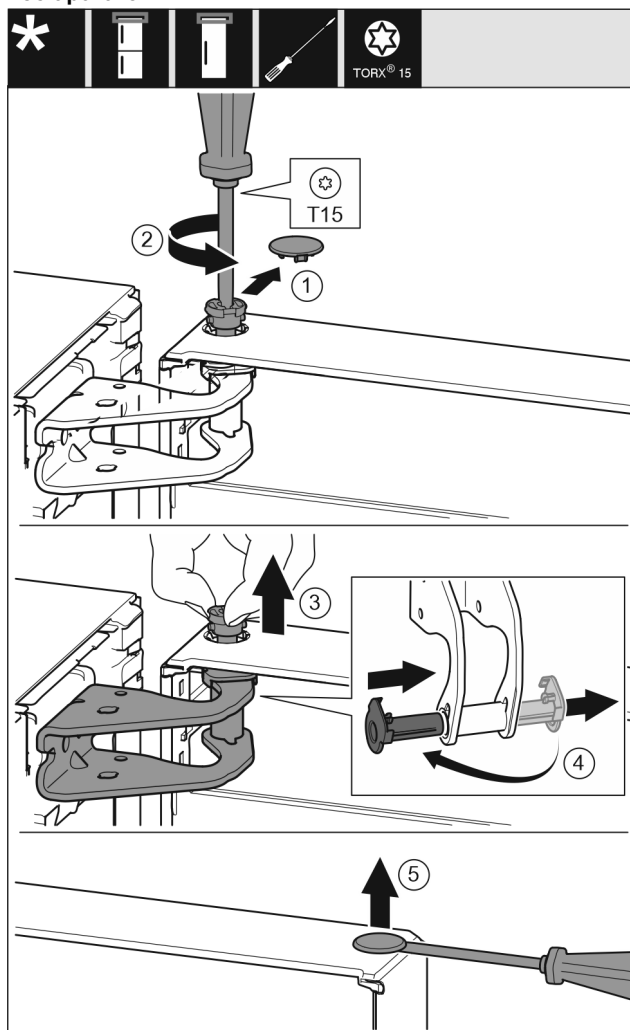

Fig. 10
- ▶ Previdno snemite varovalni pokrov. Fig. 10 (1)
- ▶ Sornik nekoliko izvijte z izvijačem T15. Fig. 10 (2)
- ▶ Držite vrata in s prsti izvalcite sornik. Fig. 10 (3)
- ▶ Ležajno dozo povlecite iz vodila. Vstavite z druge strani in pazite, da se zaskoči. Fig. 10 (4)
- ▶ S ploščatim izvijačem previdno dvignite čep iz ležajne doze vrat in ga izvalcite. Fig. 10 (5)